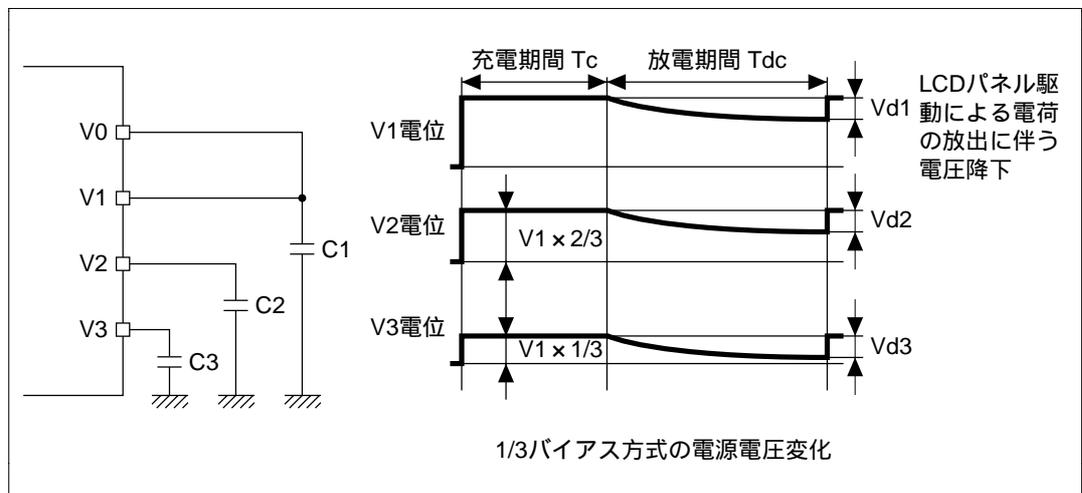

図 13.14 低消費電力 LCD 駆動方式動作例
2. V_1 、 V_2 、 V_3 に接続されたコンデンサは図 13.14 に示すような周期で充電と放電を繰り返し、電位を保持します。
1. 図中の充電期間 T_c の間、 V_1 、 V_2 、 V_3 端子には図 13.14 に示すような電位 (V_2 は V_1 の $3/2$ 、 V_3 は V_1 の $3/1$ の電位) が内蔵分割抵抗により分圧され、外付コンデンサの C_1 、 C_2 、 C_3 を充電します。この期間も LCD パネルは駆動されています。
4. このようにして V1、V2、V3 に接続されたコンデンサは図 13.14 に示すような周期で充電と放電を繰り返し、電位を保持しながら LCD パネルを駆動続けます。